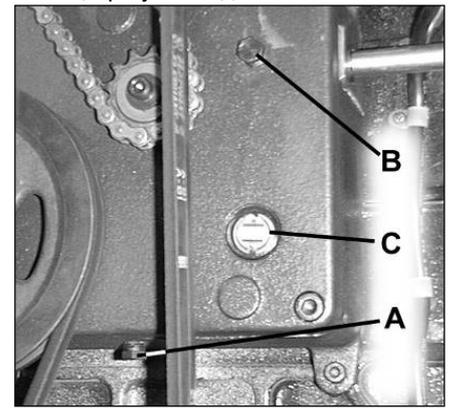

Рис. 18
1. Открутите сливную пробку (А, Рис. 18) и крышку заливной горловины (В, Рис. 18). Слейте грязное масло.
2. Затяните сливную пробку (А, Рис. 18).
3. Залейте через отверстие чистое масло на 60-90% (В, Рис. 18).
4. Затяните крышку заливной горловины (В, Рис. 18).
Через смотровое окно (С, Рис. 18) периодически проверяйте уровень масла, при утечке доливайте.